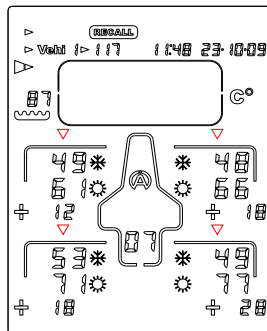

Figure 12
- 6) Pressez de nouveau le bouton  ou  : le Tyrecontrol 2 affiche la 3^{ème} phase de données, c-à-d les températures au centre des pneus, avant  et après  course + les écarts (*figure 12*)